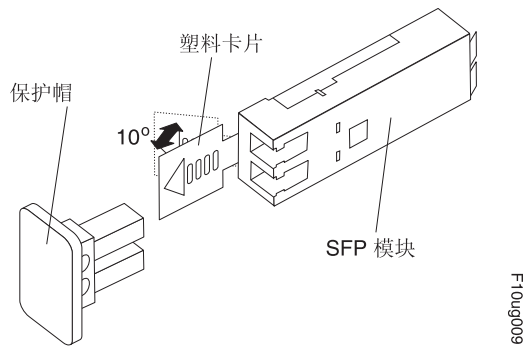

图 75. 松开塑料类 SFP 模块滑锁
- 对包含塑料卡片的 **SFP** 模块，如第 118 页的图 75 中所示，通过把塑料卡片向外拔出 10° 来松开 **SFP** 模块滑锁。